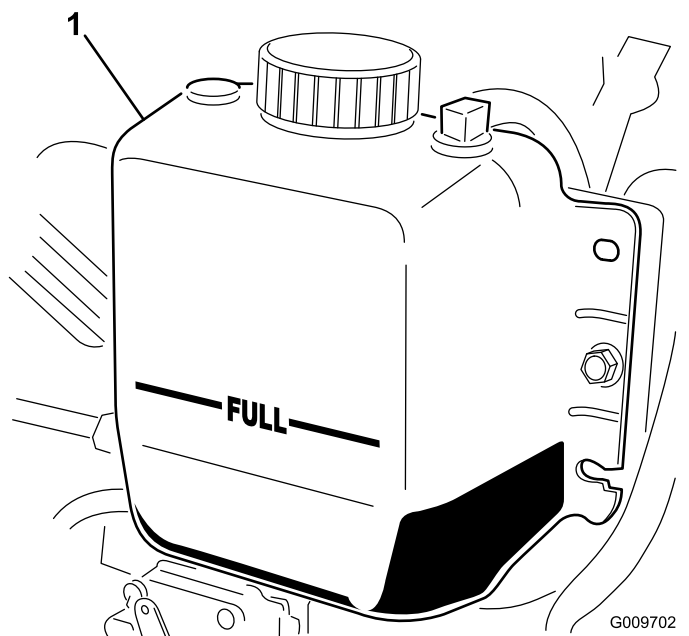

Figure 116
3. Vérifiez le niveau du liquide de refroidissement dans le radiateur. Le radiateur doit être rempli jusqu'en haut du goulot de remplissage et le vase d'expansion jusqu'au repère MAXIMUM (Figure 116).